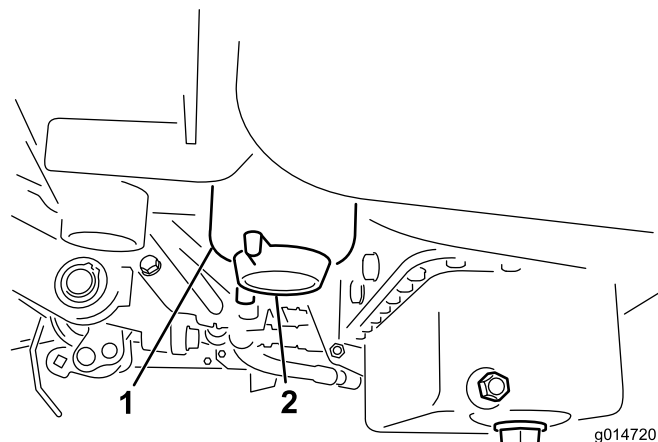

Figura 30
3. Abra o tampão de drenagem no filtro de combustível aproximadamente uma volta e drene qualquer água acumulada (Figura 30). Volte a apertar o tampão após o escoamento.